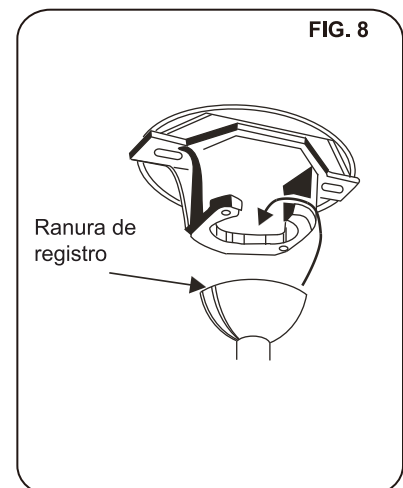

FIG. 8
Paso 6. Levante el conjunto del motor del ventilador en la posición, y coloque la bola de suspensión en el soporte de montaje. Gire el conjunto del motor del ventilador hasta que la ranura de prueba estén en la ranura de registro y lo coloque firmemente. (Fig.8) Debe girar la varilla en caso de falla operación.